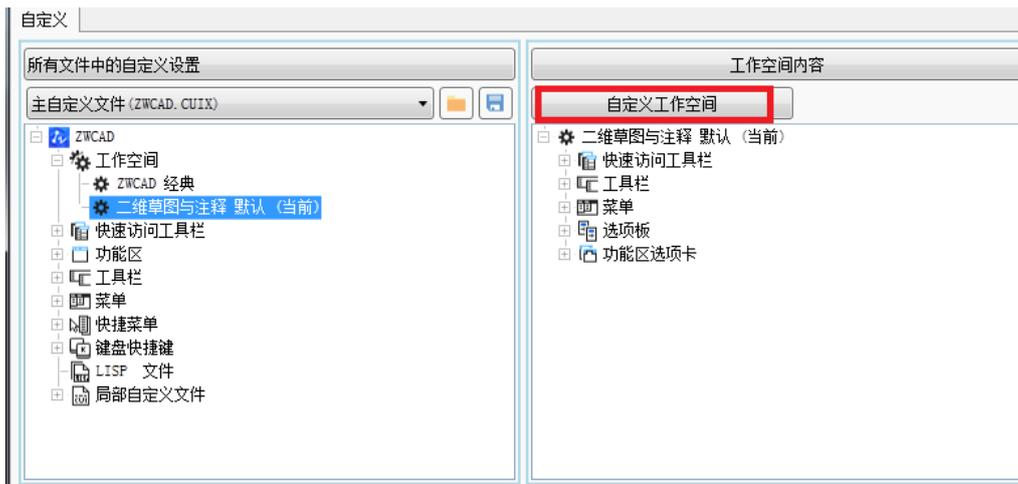

图 2-28 自定义工作空间面板
a) 点开“主自定义文件 (ZWCAD.CUIX)”选中“ZWCAD”——“二维草图与注释”，在右边的“工作空间内容”选区中，点击【自定义工作空间】按钮，如图 2-28 所示。